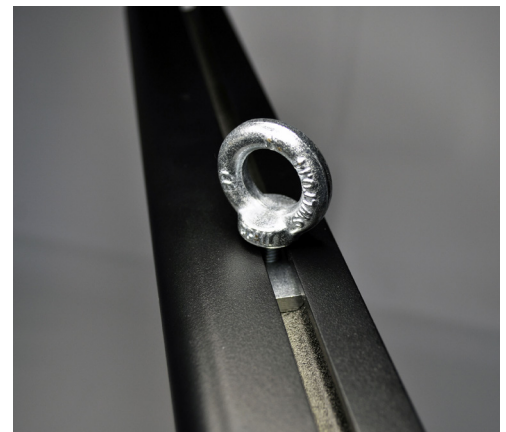

Fig. 4
In case you need to fly the frame from the ceiling, insert in the upper part of the frame the nuts (C) and screw all the eyebolts supplied (F)- Fig. 4, taking care that the extreme left eyebolt is located at 20 cm. from the upper left corner. The same for the upper right side eyebolt. Fix the screen to the ceiling by the eyebolts using proper chains.
Im fall Sie die Rahmenleinwand an der Decke hängen möchten, schieben Sie die Mutter (C) in die obere Seite des Rahmens und schrauben Sie hieran fest die Metalringe (F) - Fig. 4. Achten Sie darauf dass die linker Metalring an 20 cm. vom linker Ecken positioniert ist, und das gleiche für die oben rechte Metalring. Hängen Sie die Rahmenleinwand an die Decke mittels diese Metalringe und wenden Sie hierfür eine geeignete Kette an.